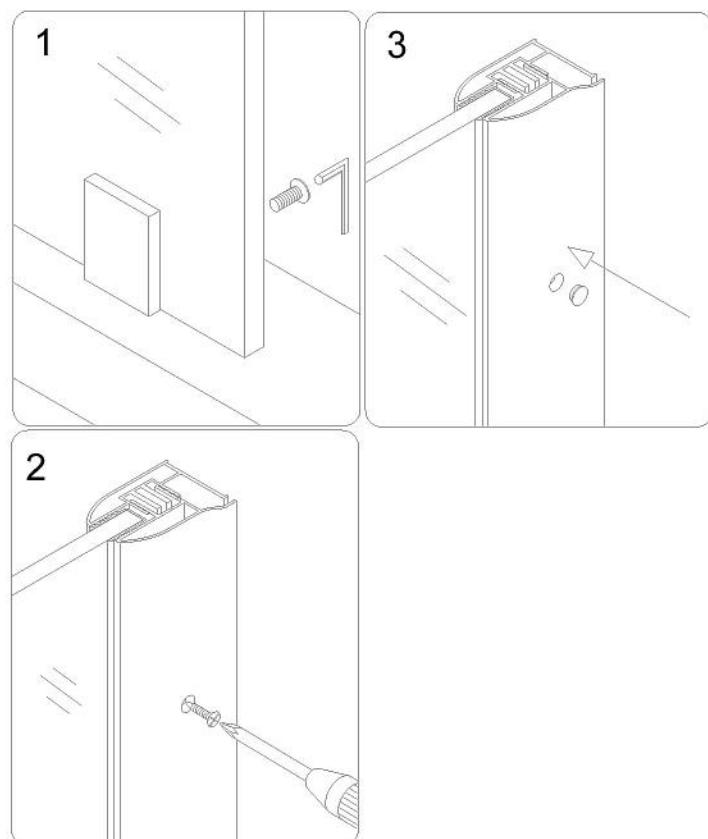

рис. 6
5. Установите обратно **Стационарное стекло** (02) в Стенной профиль. Соберите **нижнюю скобу**(14). Плотно закрепите **стационарное стекло** (02) в Стенных профилях и закройте отверстия шурупов **Декоративными колпачками** (08). См. рис. 6 и 7.